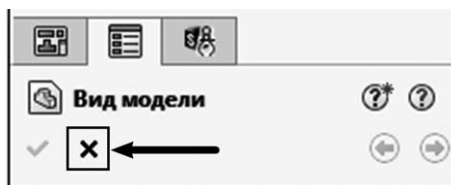

Рис. 1.12
- в панели «**Дерево построений**» во вкладке «**Дерево конструирования**» в заголовке «**Вид модели**» выбираем команду «**Отмена**» (рис. 1.12).